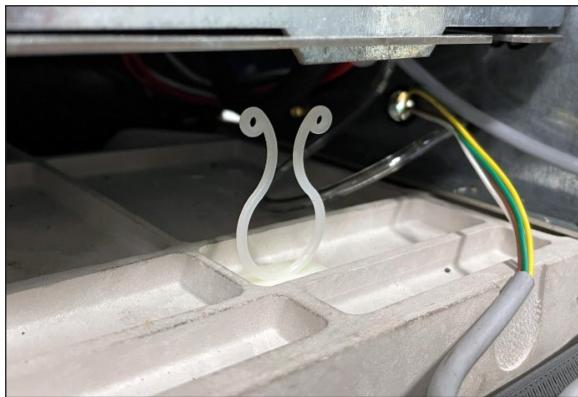

Рис. 1. Светло-серый жгут проводов для подключения к модему.
- Найти светло-серый жгут проводов для подключения модема – с правой стороны на устройстве шириной 22 дюйма или с левой стороны на устройстве шириной 30 дюймов. Отстегнуть стяжку и пропустить разъемы через втулку, расположенную рядом на задней панели. См. рис. 1.